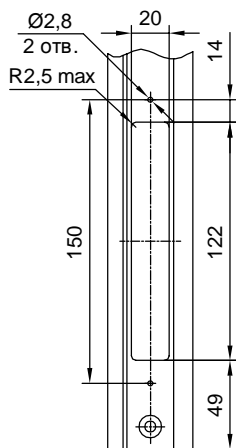

Рис. 6.8.5
- Обработка вертикального профиля под шпингалет показана на рис. 6.8.5.